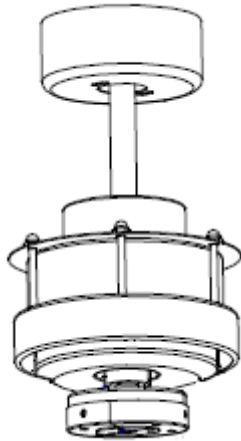

Figura 4
- Levante el ventilador sobre la abrazadera de montaje. Figura 4